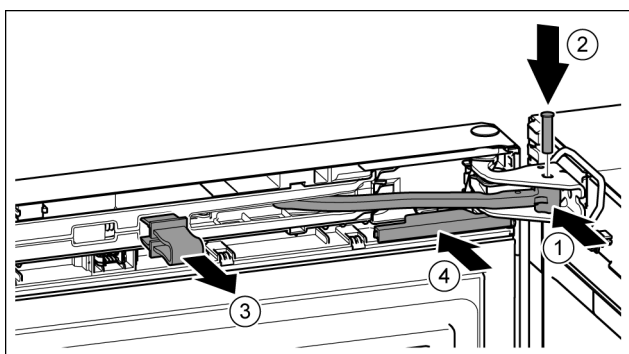

Fig. 49
- ▶ Kĺb otočte v ložiskovej konzole. Fig. 49 (1)
- ▶ Do ložiskovej konzoly a kĺbu vložte čap. Pritom dbajte na to, aby sa zaisťovací doraz nachádzal správne v drážke. Fig. 49 (2)
- ▶ Vyberte poistku. Fig. 49 (3)
- ▶ Nasuňte kryt. Fig. 49 (4)